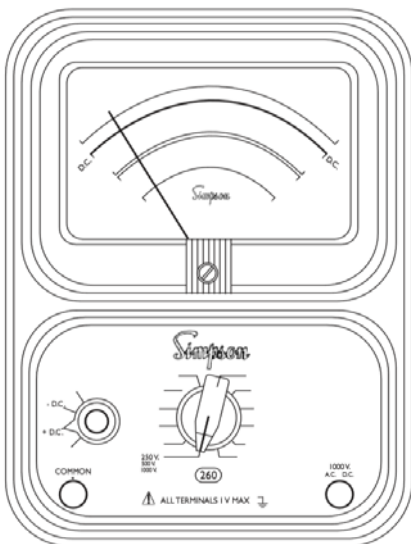

Figura 4-2. Posición de contactos e interruptores para medición de voltaje CD, Rango 0-500V
- Ajuste la función del interruptor en +DC (Figura 4-2)